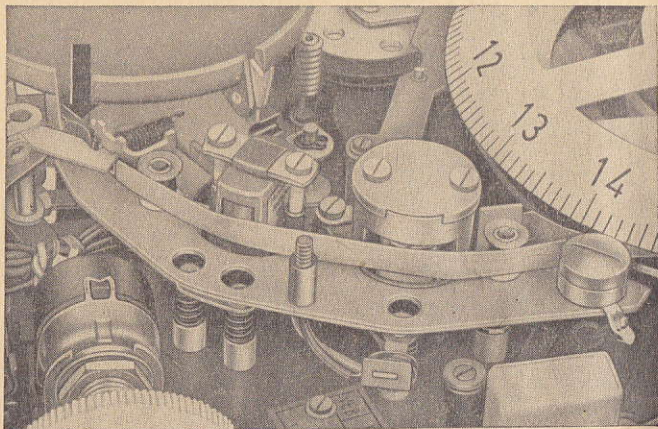

Bild 12
4.3. Jetzt ist das Führungsblech der Bandführung abzunehmen und das Stahlband des Wickeltellers von oben in die Bandführung einzulegen und zu arretieren - Bild 12. Der nach oben stehende vordere Haken des Stahlbandes des Wickeltellers muß hierzu im Schlitz der Kassettenaufnahme stehen.